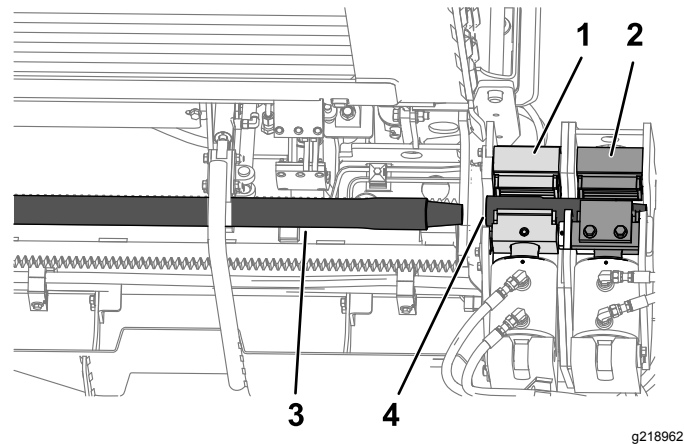

Figure 66
4. Ramenez la tige et la barre avant dans le guide-tige et dans les clés, en alignant l'épaule du joint supérieur de la barre sur la clé supérieure (Figure 66).